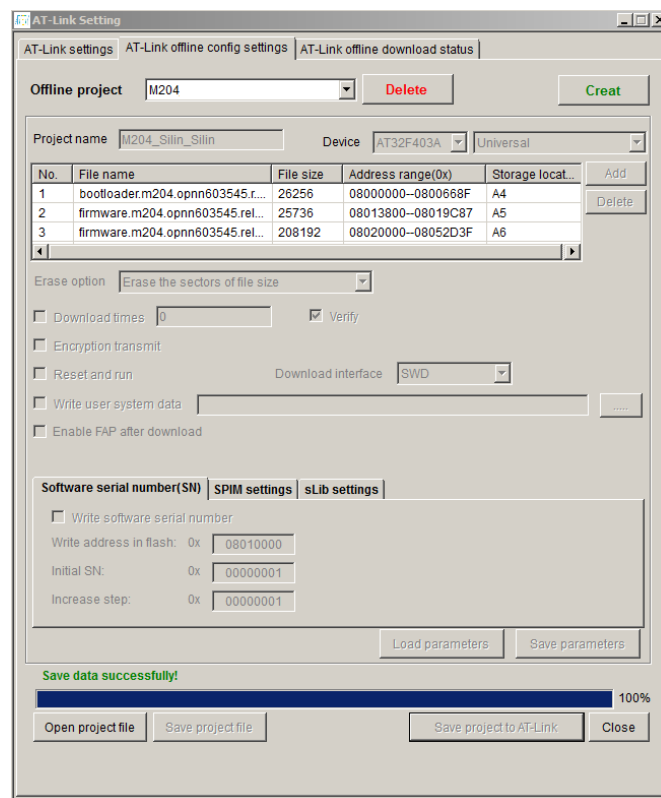

Рисунок 5.9 – Успешное завершение загрузки
5.4.15 Нажать кнопку **Save project to AT-Link** для загрузки прошивки в программатор. В процессе загрузки в интерфейсе отображаются проценты выполнения загрузки (рисунок 5.9) и на программаторе мигает красный индикатор LED 1.